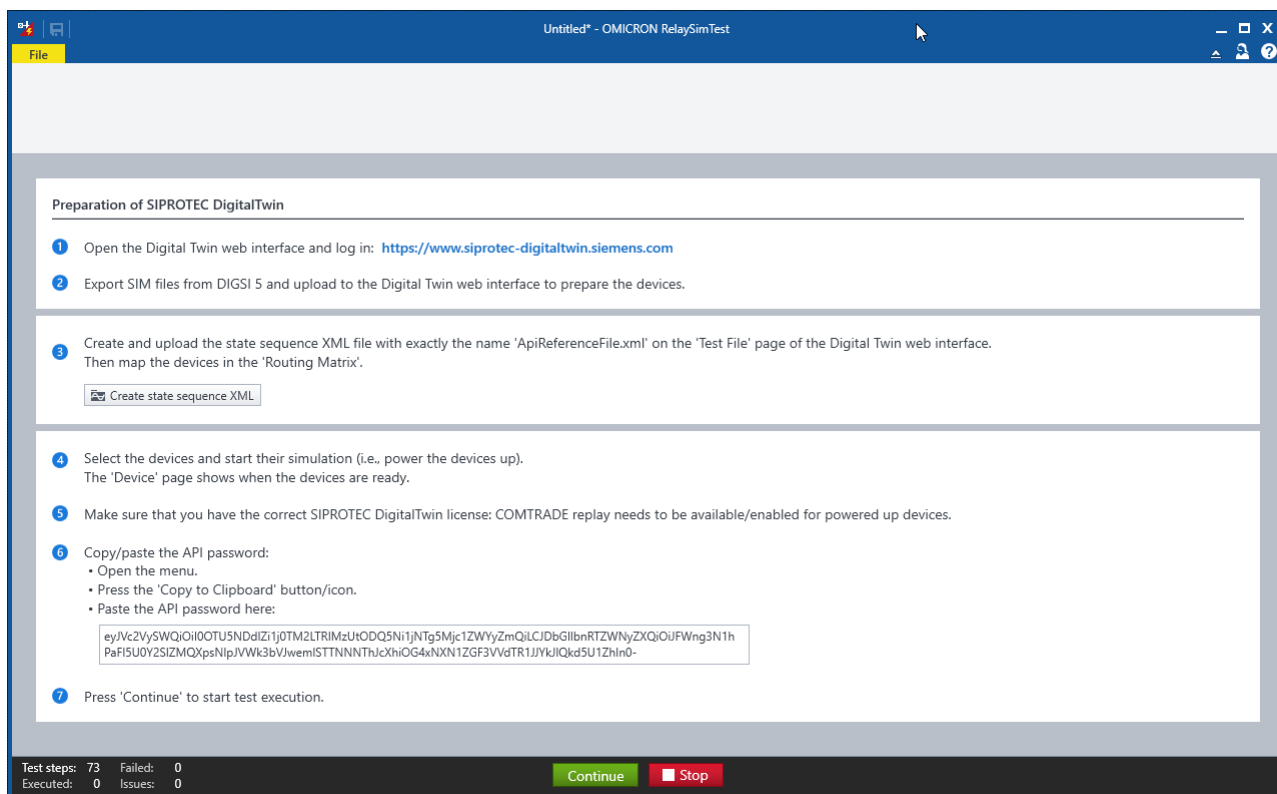

Рис. 2. Подготовка диалогового окна настройки SIPROTEC DigitalTwin
1. Выполните испытание с помощью Digital Twin и следуйте инструкциям в диалоговом окне настройки **Подготовка SIPROTEC DigitalTwin** (см. рис. 2)